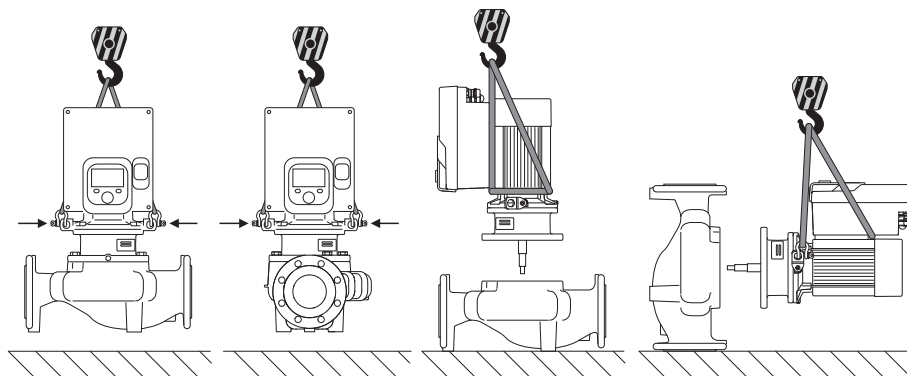

Fig. 6: Smjer dizanja pojedinačne pumpe
Pumpu valja transportirati dopuštenim sredstvima za prihvat tereta (koloturnikom, dizalicom itd.). Sredstvo za prihvat tereta treba pričvrstiti na transportne ušice na prirubnici motora. Omče za podizanje po potrebi gurnite ispod adapterske ploče (Fig. 6/7). Osigurajte pumpu od prevrtanja.
2. Utični komplet (Fig. 4) za osiguranje prikladnim sredstvima za podizanje pričvrstite na transportne ušice. Kako se jedinica ne bi prevrnula, omotajte petlju pojasa prema Fig. 6 oko motora i adaptera elektroničkoga modula. Pri učvršćivanju izbjegavajte oštećenje elektroničkoga modula.